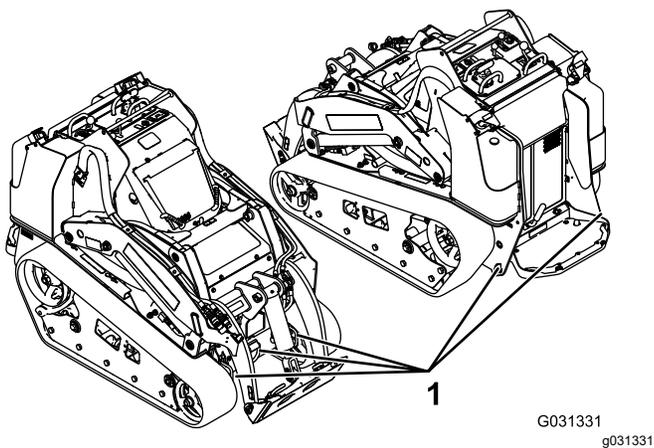

図 29
- 機体についているロープ掛けポイントを使い、チェーンやロープ、ワイヤなど適切なものでしっかりと機体をトレーラに固定する **図 29**。ロープ掛けや積荷固定については各地域の法令などに従ってください。